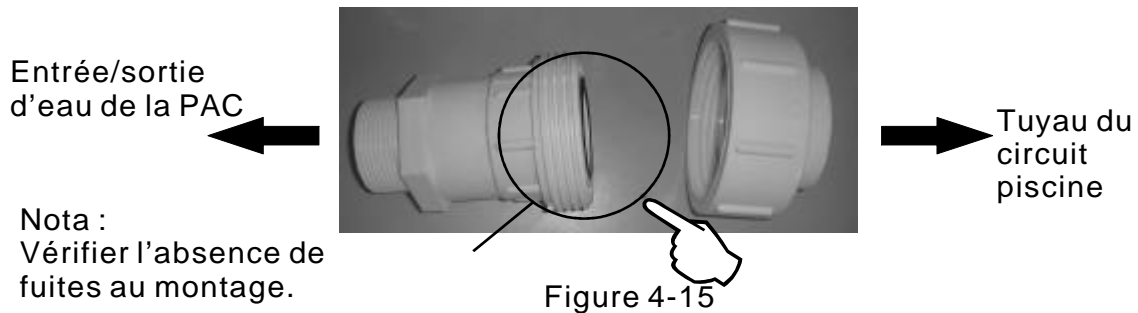

Figure 4-14
- (12). Si on connecte une pompe extérieure, elle sera branchée sur le bornier selon Figure 4-14.